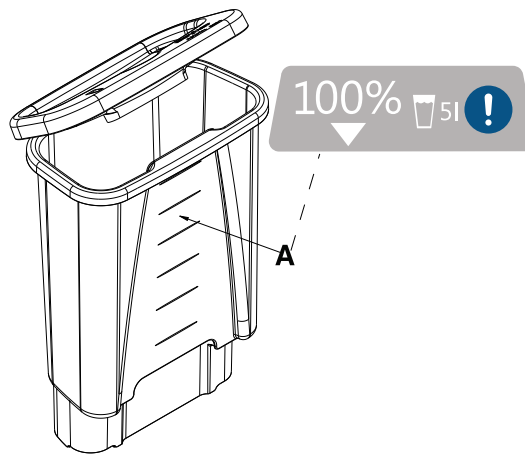

Figure 2-16 : Lignes de remplissage du réservoir.
2. Remplir le réservoir de cinq litres d'eau distillée stérile. Ne pas remplir le réservoir au-delà de la ligne de remplissage du haut pour éviter tout débordement (Figure 2-16 à la page 2-30).